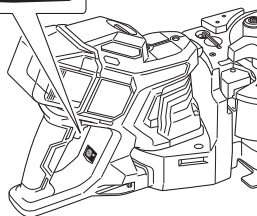

Fig. 21
- À propos du signal d'avertissement (Fig. 21, Tableau 5) Ce produit a une fonction de protection de l'outil ainsi que ses contrôles.